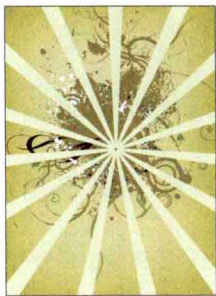

图 1-12
⑫ 重复按快捷键【Shift+Ctrl+Alt+T】复制路径并变换路径角度。完成后的效果如图 1-12 所示。